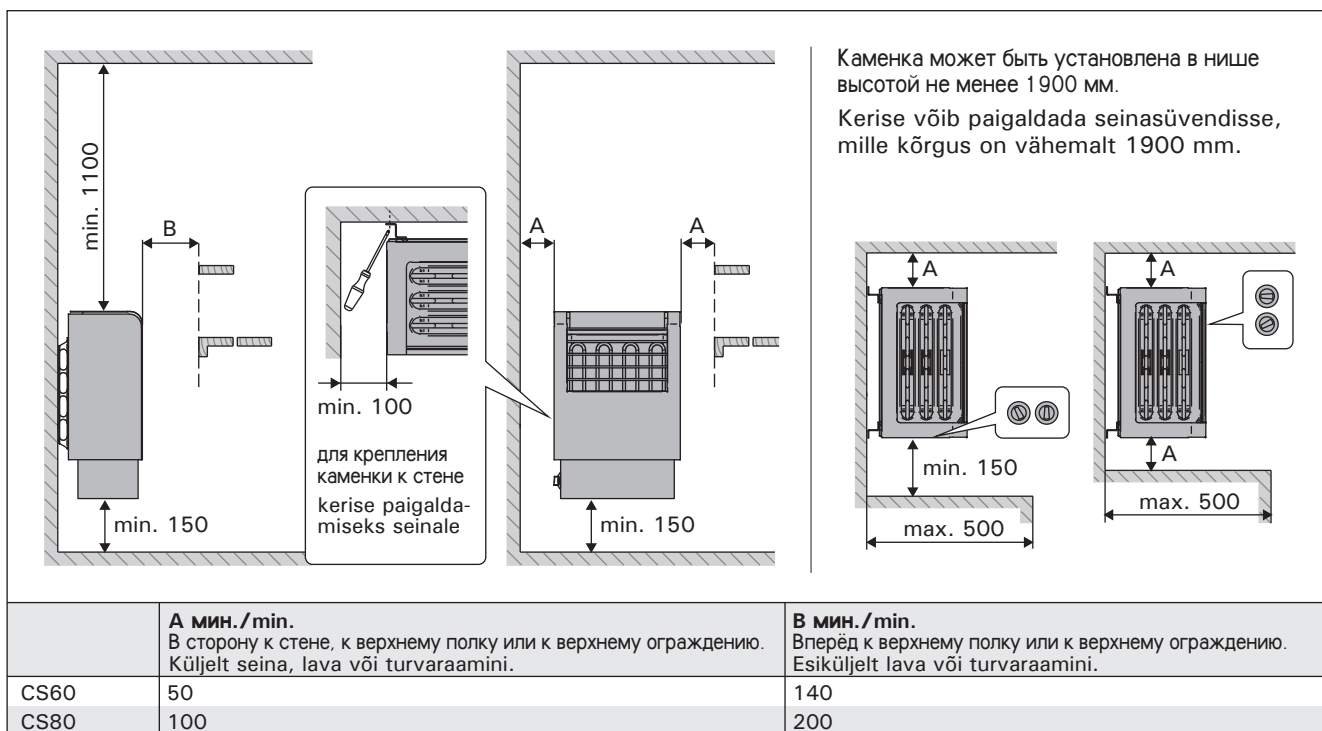

Рисунок 6. Расстояния безопасности (все размеры приведены в миллиметрах)
- При расположении каменки выполняются ли условия минимальных расстояний, изображенных на рис. 6 и указанных в таблице 2. **Значения необходимо соблюдать, так как пренебрежение ими может привести к возникновению пожара.**